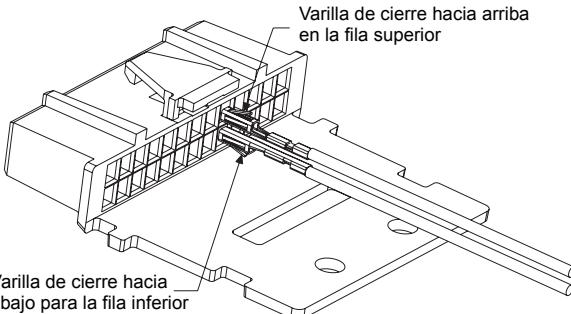

Figura 4. Orientación del terminal
- Paso 2. Inserte los contactos en los pinos 12 y 16 para el cable negro, en el pin 7 para el cable rojo y en el pin 14 para el sonido del micrófono o en el pin 15 para el micrófono y recibir así el sonido en el cable azul del conector accesorio como se muestra en la figura 4.